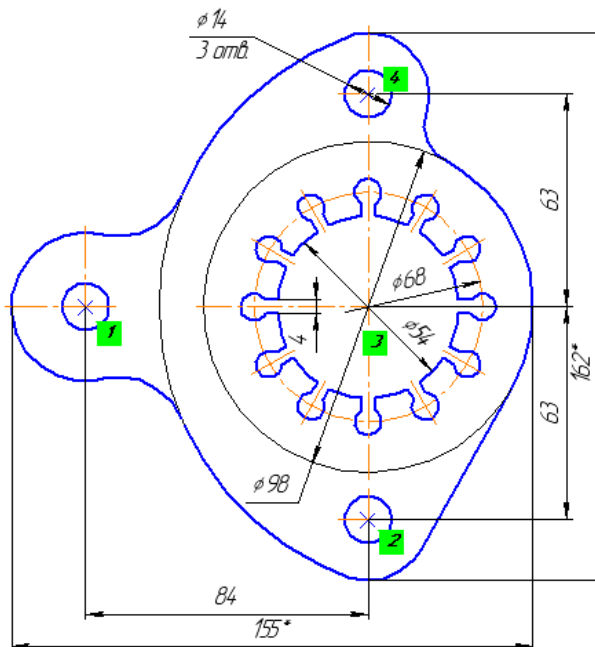
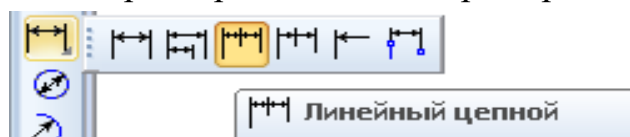
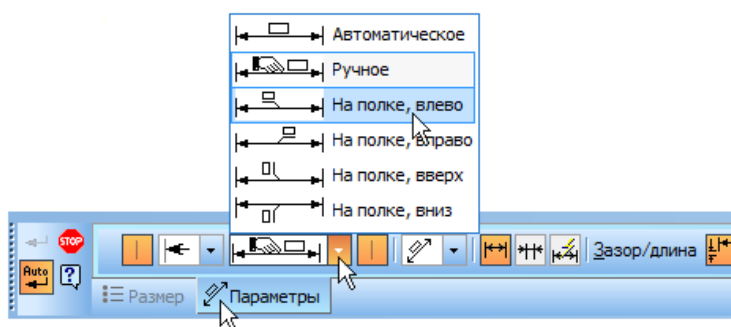

Рис. 7.24. Простановка линейных и диаметральных размеров
Рис. 7.25. Панель Размеры с панелью расширенных команд
Рис. 7.26. Панель свойств в режиме размещения размерной надписи на полке
- Создайте горизонтальный межосевой размер **84** мм, рис. 7.24.
- Создайте справочный размер **155\*** мм аналогично, рис. 7.24. Для того чтобы ввести знак «\*», следующий за значением размера, щелкните **ЛКМ** в поле **Текст**. В диалоговом окне **Задание размерной надписи** переставьте курсор в поле **Текст после** и откройте вкладку **Вставить** ► **Спецзнак** ► **Простановка размеров** ► **Звезда с индексом**.
- Создайте вертикальную цепь линейных межосевых размеров **63** мм, **63** мм (базовые точки – 2, 3, 4), рис. 7.24. Нажмите кнопку **Линейный цепной** , рис. 7.25. В группе **Тип** нажмите кнопку **Вертикальный**. Укажите базовые точки 2 и 3 первого размера с помощью привязки **Ближайшая точка**. Укажите положение размерной линии и надписи. Задайте точку **4**, определяющую положение размерной линии второго размера.
➤ Создайте вертикальный справочный размер **162\*** аналогично, рис. 7.24.
➤ Аналогично создайте вертикальный размер **4 мм** между горизонтальными линиями паза, рис. 7.24.
**Диаметральный размер** . В группе **Тип** нажмите кнопку **Полная размерная линия**. Укажите ловушкой курсора окружность и зафиксируйте положение размерной надписи согласно рис. 7.24.
➤ Аналогично создайте диаметральные размеры **68 мм**, рис. 7.24. В группе **Тип** нажмите кнопку **Размерная линия с обрывом**.
➤ Создайте диаметральные размеры **98 мм** аналогично, рис. 7.24. Для того чтобы расположить размер на полке, откройте вкладку **Параметры** на **Панели свойств**. Далее откройте список **Размещение текста** и укажите **На полке, влево**, рис. 7.26. Для окончательного создания размера укажите точку начала полки. Расположить размерную надпись на полке можно другим способом. Укажите окружность, нажмите **Ctrl** и перемещайте курсор – вы можете задать начало полки и ее направление – вправо или влево
➤ Создайте диаметральные размеры **14 мм**, рис. 7.24. Добавьте данные о количестве отверстий и расположите их под размерной линией.